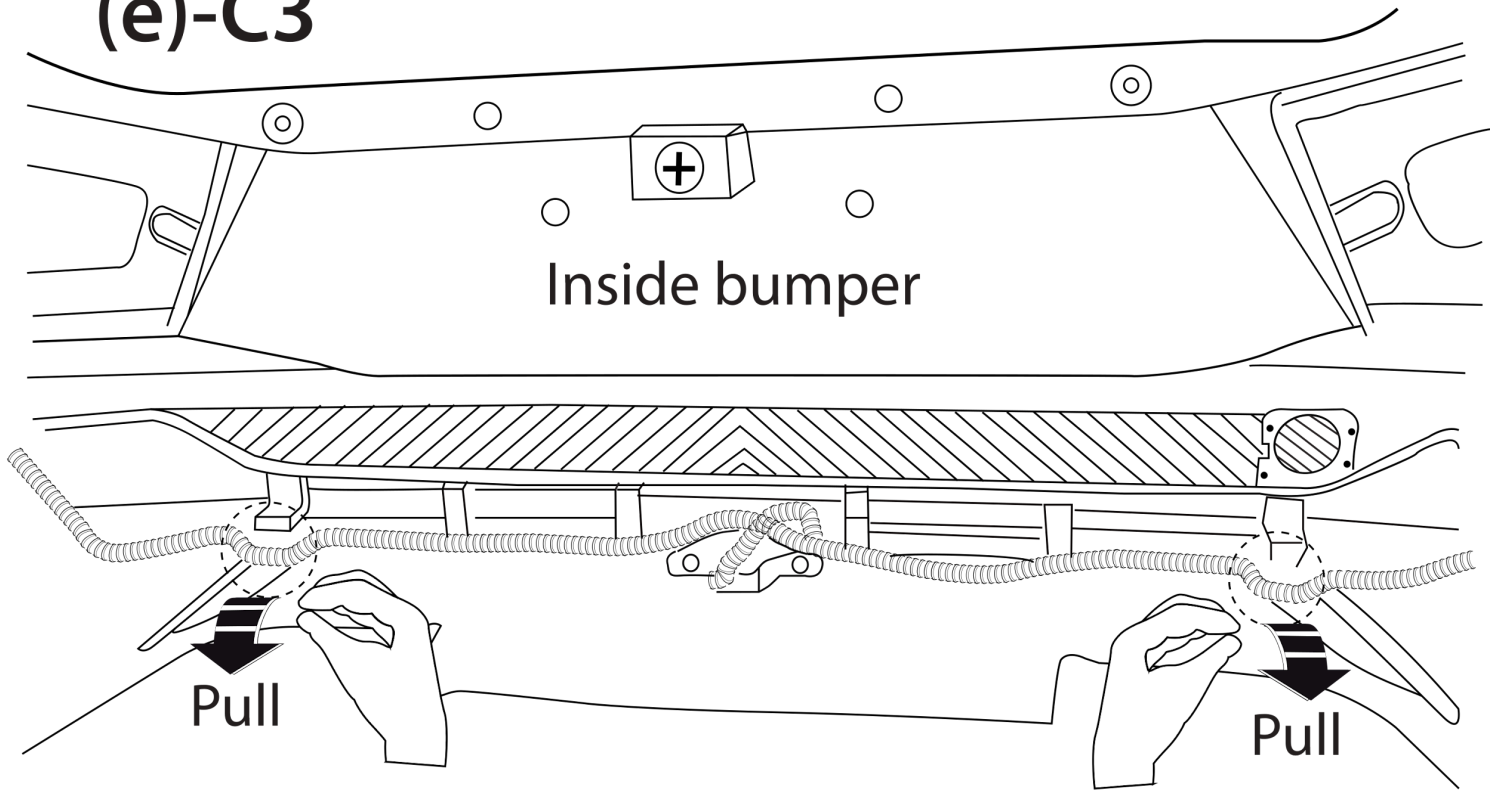

Fig. 11
15. Citroën (e)-C3: Снять указанные маркированные части. См. рисунок 11.